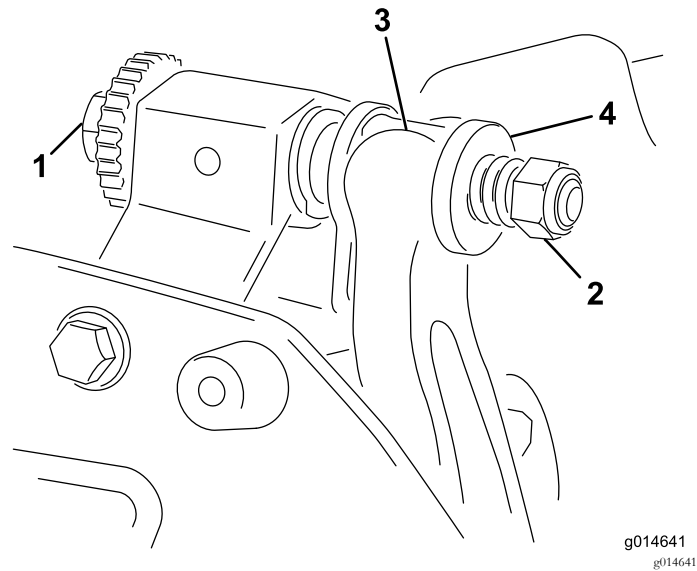

图19
- 1. 逆时针旋转底刀架调节螺丝将底刀后撤离开滚刀 图19。
- 2. 退出弹簧加压螺母直到垫圈不再对底刀架 图19 施压。